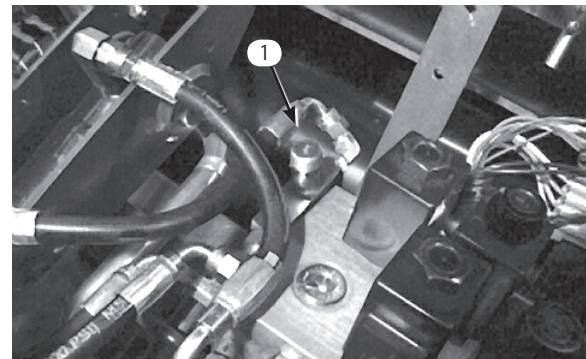

図54
本機のカッティングユニット昇降回路にはフローコントロールバルブ（図54）があります。このバルブは出荷時に約3回転の開度に調整されていますが、作動油温度、作業速度などにより調整が必要になる場合があります。以下の手順で調整します：
1. 運転席を上げ、センター・フレーム用フローコントロールバルブ（図54）を露出させる。バルブは油圧マニホールドの隣りにある。